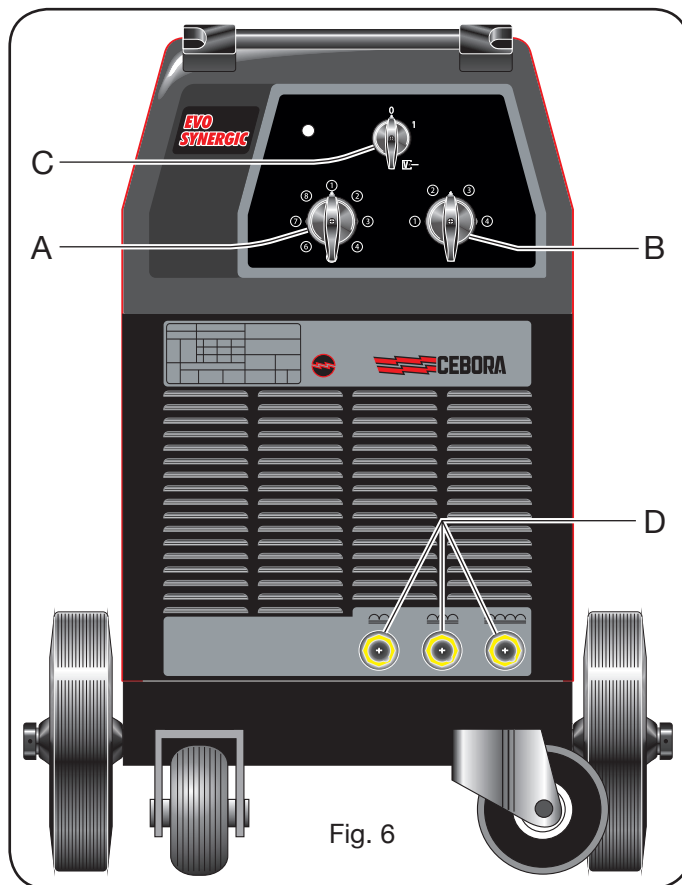

Fig. 6
4.1 KONTROLLER PÅ MASKINENS FRONTPANEL (FIG. 6)